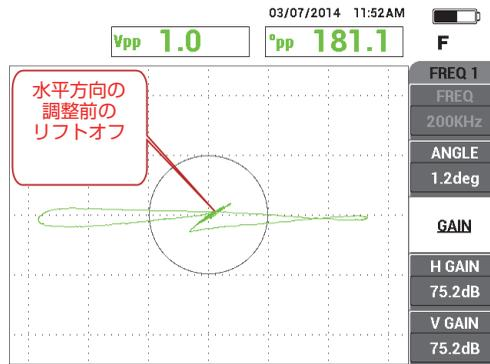

図 5-55 中央ノッチのスキャン
5. 中央にあるノッチのみをスキャンし、フリーズキー (❄️) を押します (170 ページの図 5-55 を参照)。